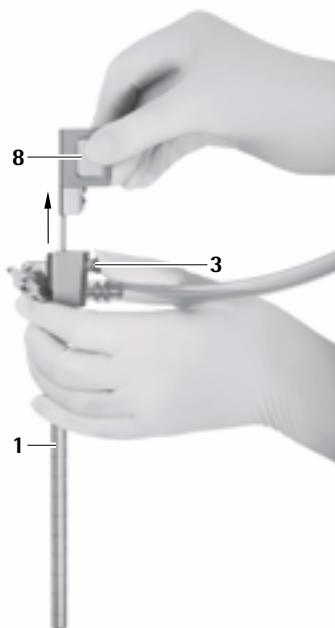

Fig. 10
- Pulsar el botón de desenclavamiento 3 y extraer con cuidado el obturador para canal de óptica 8 del trócar MINOP inVent 1, ver Fig. 10.